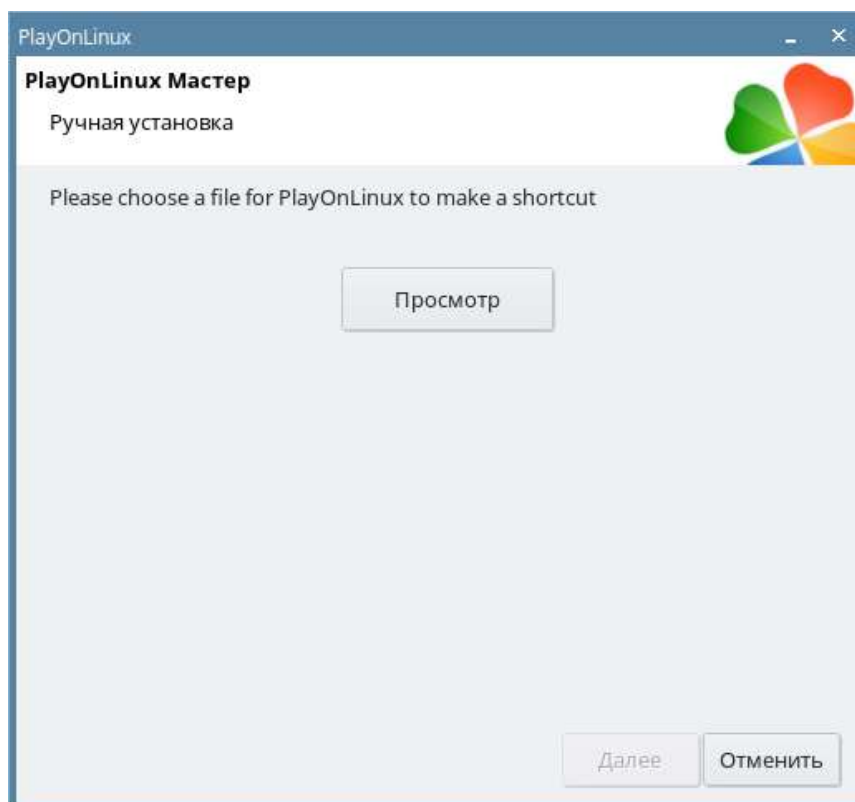
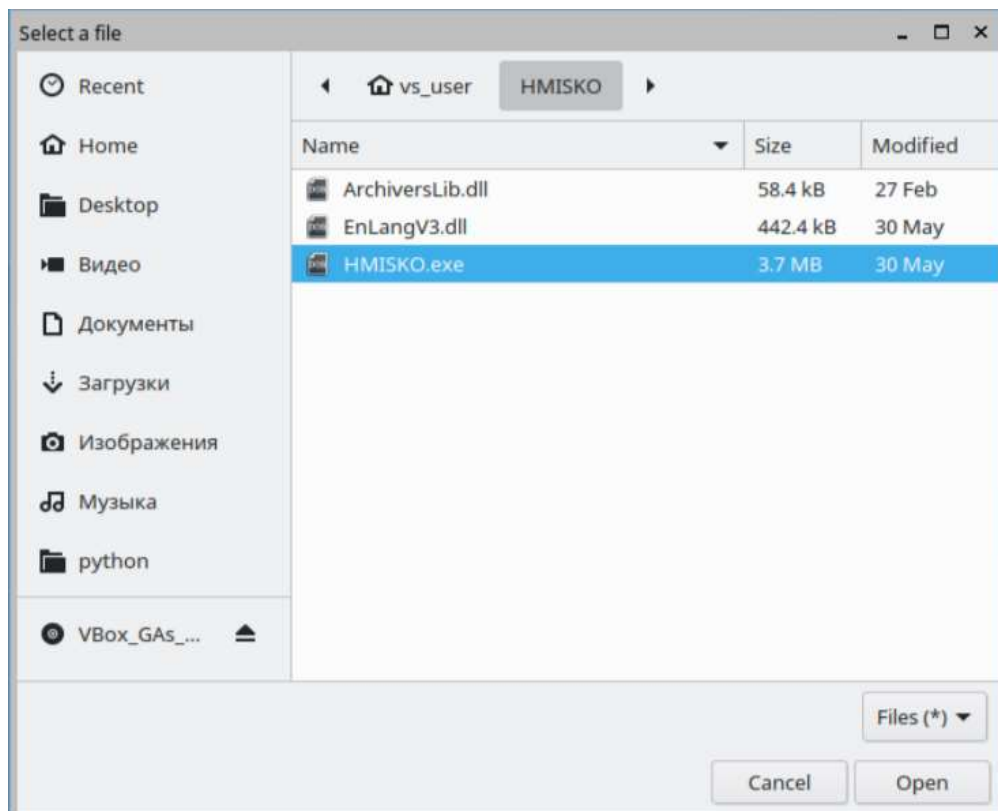

Рис. 9.41 Просмотр
Рис. 9.42 Выбор источника для ярлыка
19. Нажмите кнопку «Просмотр» (Рис. 9.41) и снова укажите местоположение приложения HMISKO, которое было указано в пункте 1 (Рис. 9.42).